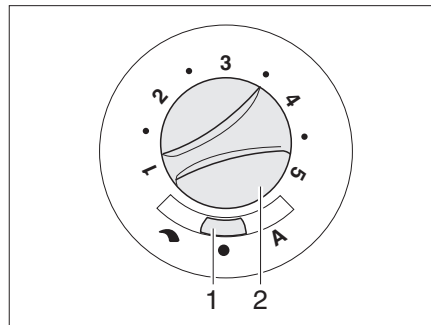

Bild 109 Bedienschalter für Umluftgebläse (12 V)
- Den Schiebeschalter (Bild 109,1) auf "↶" (Handregelung) oder "A" (Automatikbetrieb) stellen.
- Wenn am Schiebeschalter (Bild 109,1) "↶" (Handregelung) eingestellt ist: Mit dem Drehknopf (Bild 109,2) die gewünschte Leistung des Umluftgebläses einstellen.
- Den Schiebeschalter (Bild 109,1) auf "●" (Aus) stellen. Bei Heizbetrieb ist diese Schalterstellung außer Funktion.